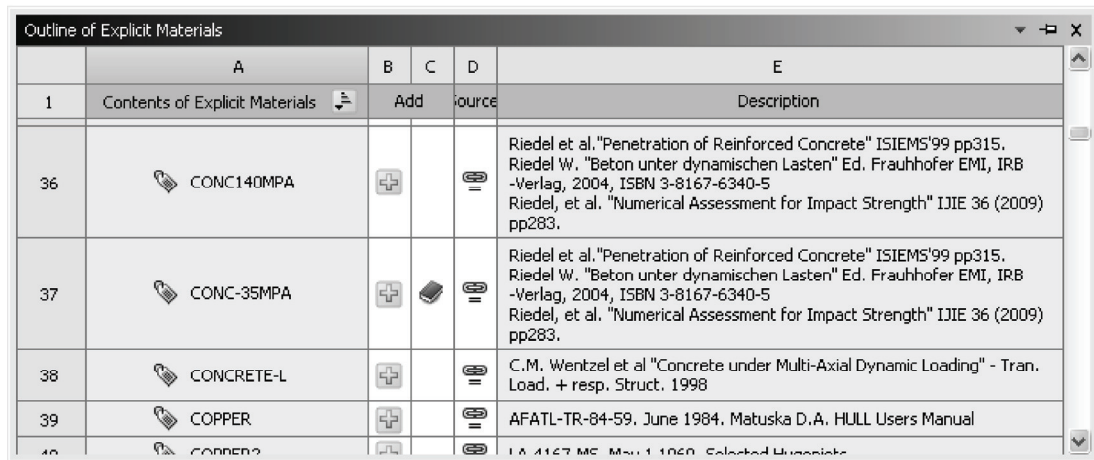

图 15-4 Explicit Material 概览窗口
3) 单击 Engineering Data Sources 窗口中的 Explicit Materials, 此时 Outline 窗口将显示为 Outline of Explicit Material, 如图 15-4 所示。